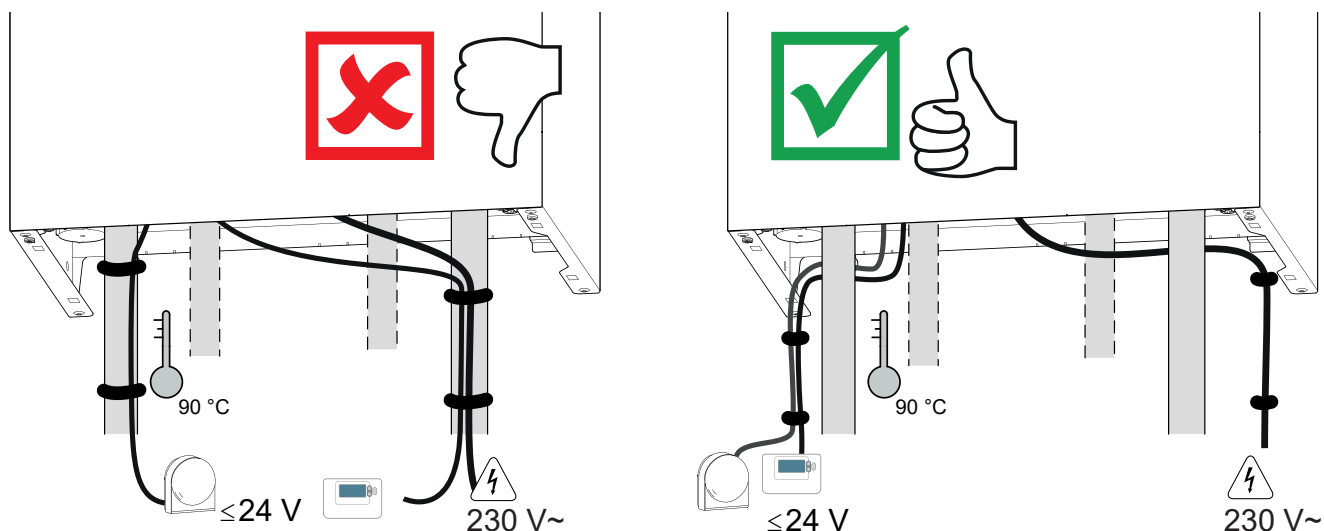
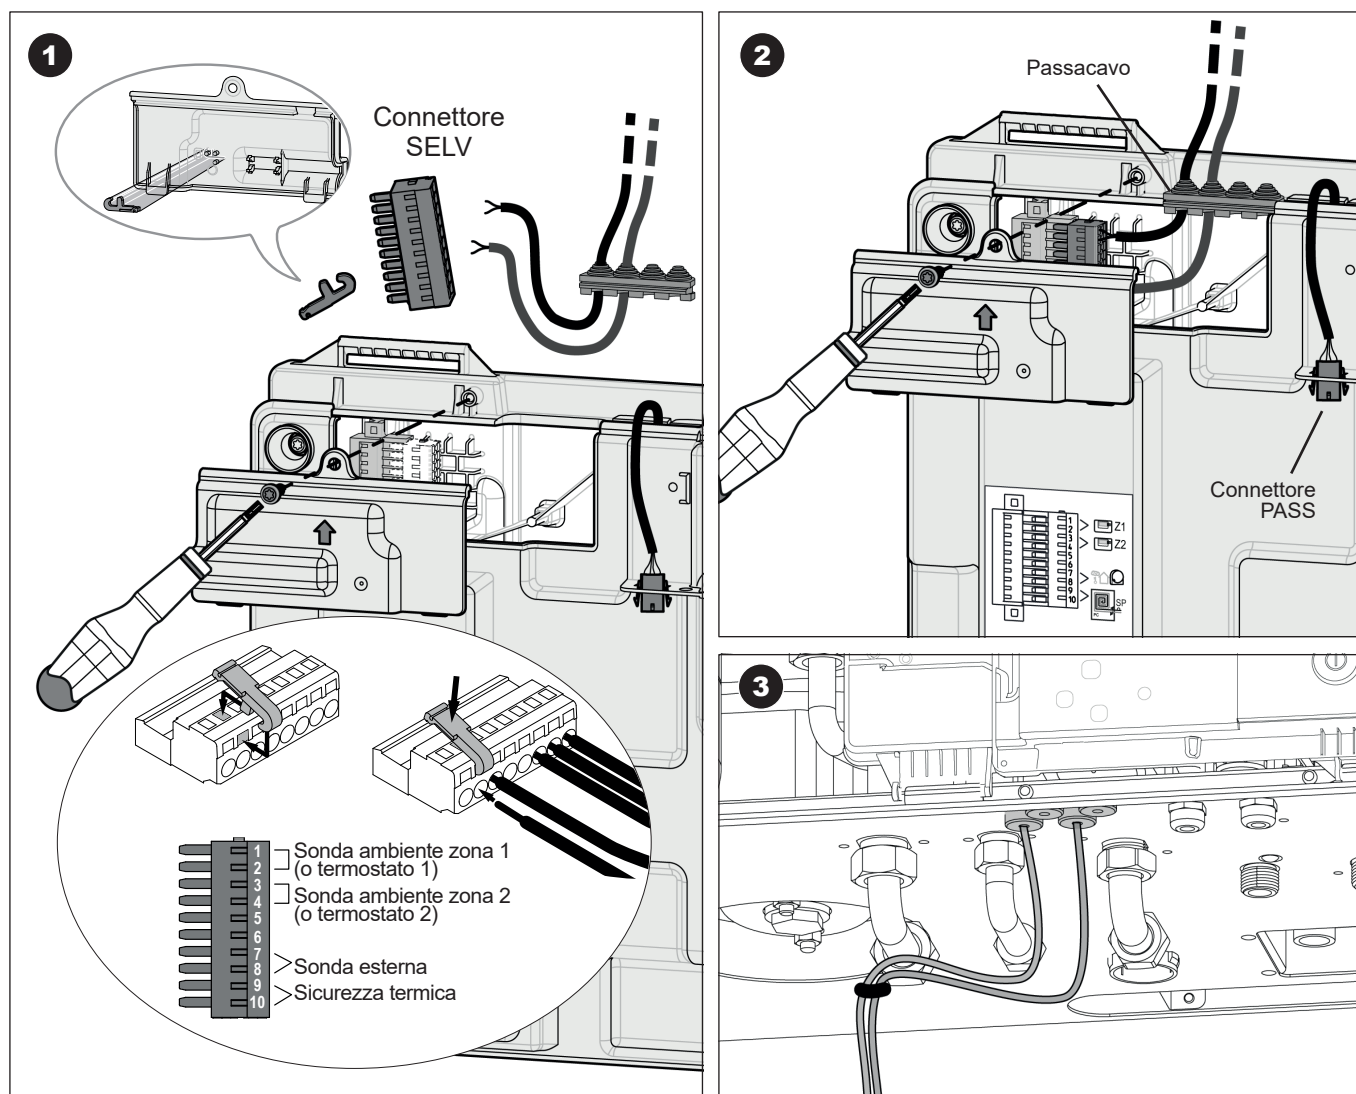

fig. 20 - Posizionamento dei cavi
fig. 23 - Accesso morsettiere SELV
- Effettuare i collegamenti come indicato nello schema (fig. 20 e fig. 23).